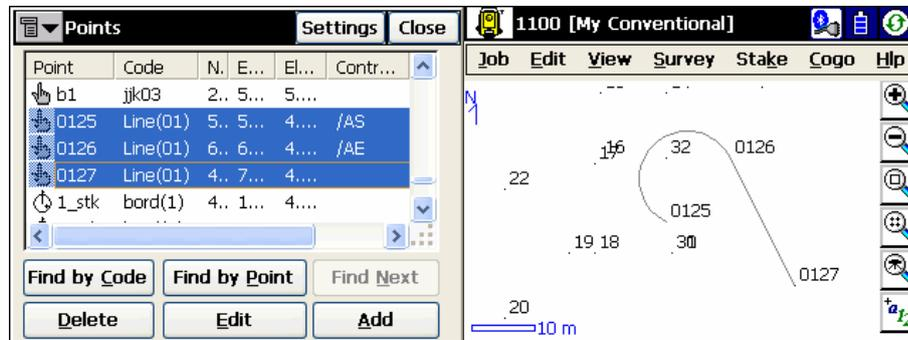

Рисунок 4-10. Работа с линией в режиме Code-String (Код-Строка) при помощи управляющего кода дуги
- Эти точки могут образовать отрезок прямой с началом в одном из концов дуги так, что этот отрезок совпадет с касательной, проведенной к дуге в точке примыкания (рис. 4-10 на стр. 4-7).